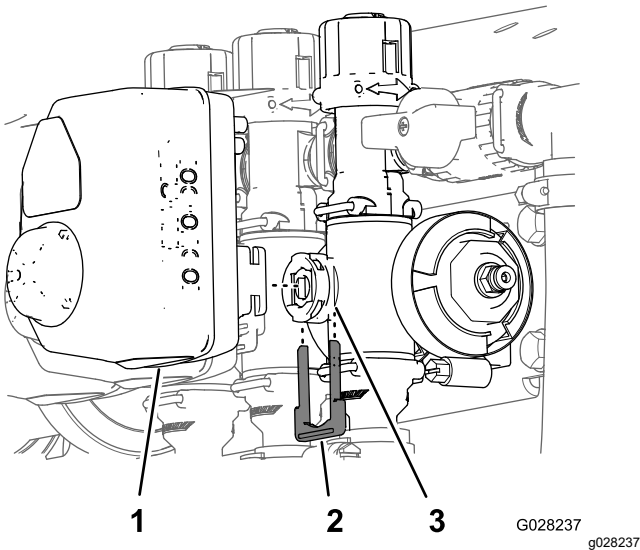

Bild 13
1. Entfernen Sie den Halter, mit dem der Aktuator am Verteilerventil für das Abschnittventil oder das Rührwerkventil befestigt ist (**Bild 13**).